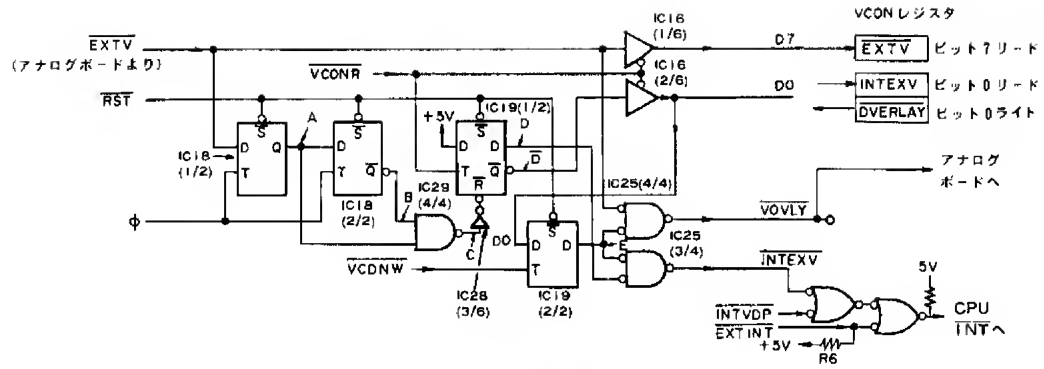

図11-13 画面制御回路
①VOVLYはコンピュータモードと、スーパーインポーズ或は外部ビデオモードの切換を行うための制御信号であり、外部ビデオ信号が入力されており(EXTVがL)かつ、VCON レジスタ ビット0にLを書き込んだ場合のみLとなる。
②RST →L時には、図11-13のE点をHとし、VOVLY→Hとする。
③VCONWの立上りでD0の状態(LまたはH)をラッチし、Q出力(E)と、EXTVとのORを取りVOVLY信号としている。